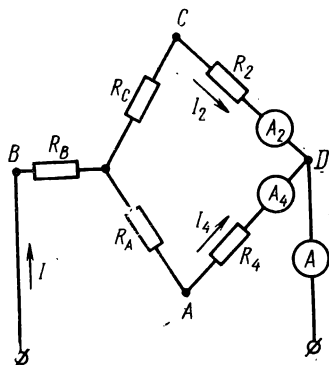

Рис. 2.19
На рис. 2.19 показана схема с эквивалентной звездой, где резисторы R_A , R_B и R_C имеют другое сопротивление по сравнению с R_{AB} , R_{BC} и R_{CA} на предыдущей схеме.
5. Рассчитать сопротивления эквивалентной звезды R_A , R_B , R_C (см. рис. 2.19) и записать их в табл. 2.16.
7. Собрать цепь (см. рис. 2.19) и показать ее преподавателю для проверки.